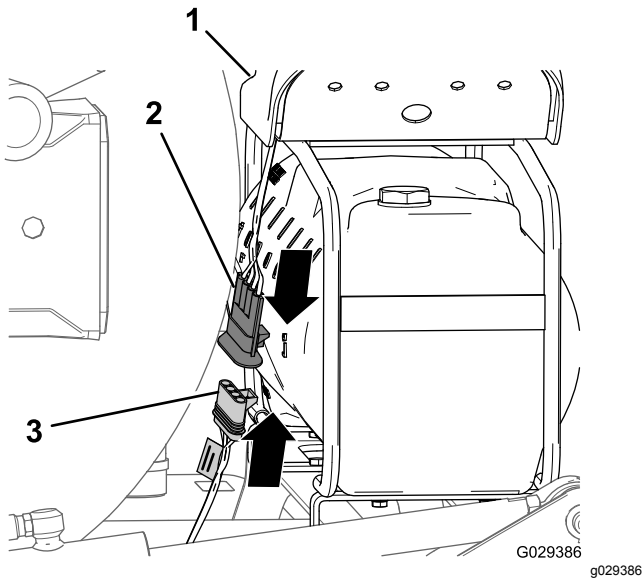

Bild 200
1. Fluchten Sie am Ende des 236-cm-Zweigs des Kabelbaums den 4-Buchsen-Stecker des Kabelbaums für das Finishingkit mit dem 4-Stift-Stecker des Kabelbaums vom Kompressor aus (Bild 200).
2. Stecken Sie den 4-Stift-Stecker in den 4-Buchsen-Stecker (Bild 200).